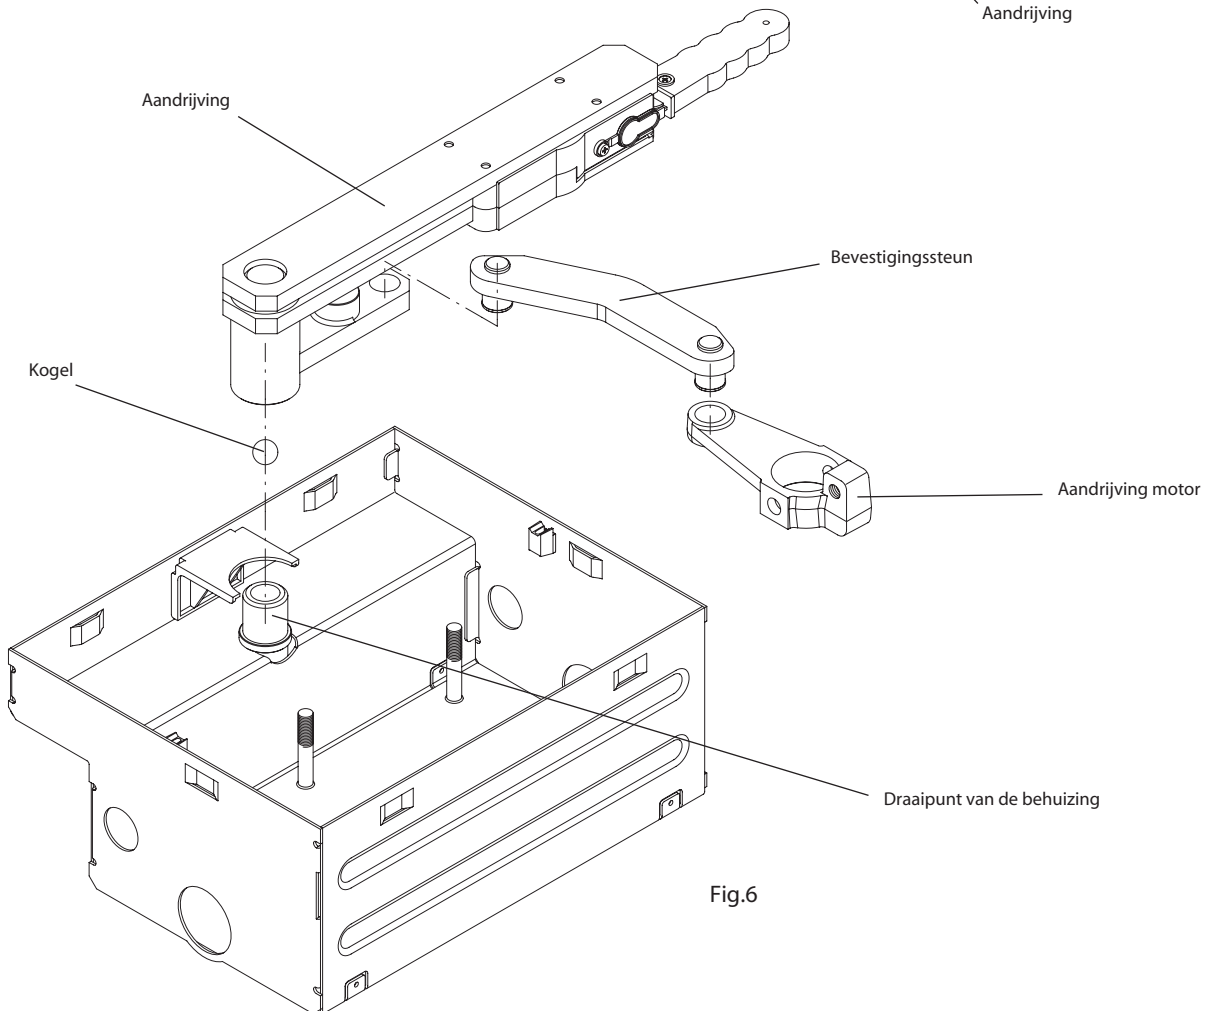

Fig.6
Graaf een gat volgens de instructies, breng een waterafvoerbuïs aan in het drainagegat en een kabeldoorvoerbuïs in de kabeldoorvoer van de motorbak (Fig.6). Stort de motorbak horizontaal in beton, controleer dit met een waterpas.
8. Verbindt de motorarm en de aandrijfarm door middel van het verbindingsstuk (Fig.6).